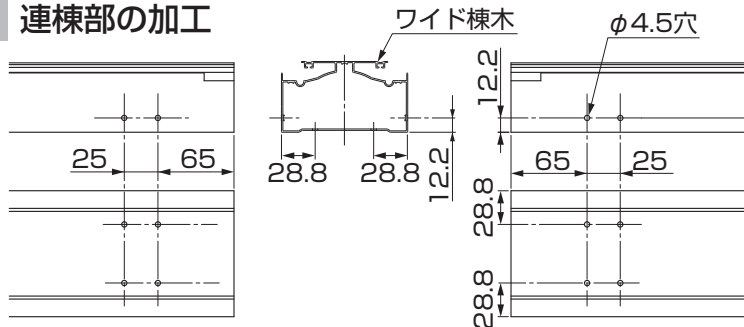
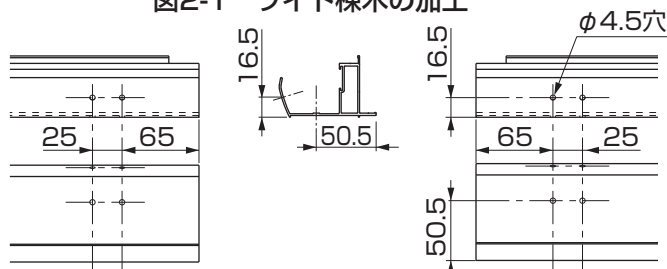

図2-1 ワイド棟木の加工
図2-2 後枠(落雪用)の加工
- ④梁端部キャップA・Bを【1-1】で取付けてください。(図2-1参照)
①後枠(落雪用)・ワイド棟木・母屋の連棟側を穴加工してください。(図2-1、図2-2、図2-3参照)